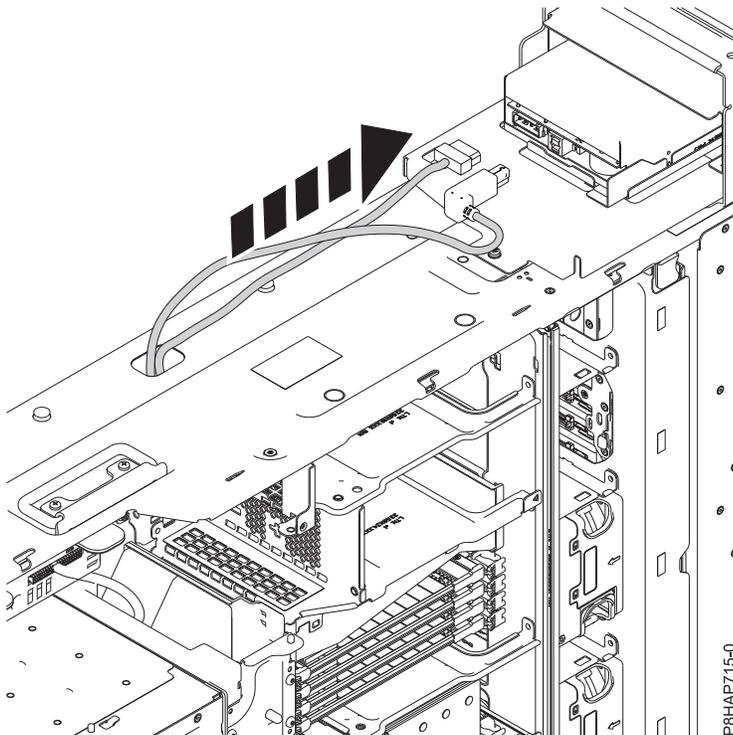

Figura 70. Ligue os cabos USB e da fonte de alimentação à parte posterior da base de acoplamento RDX interna (FC EUA3)
6. Ligue o cabo da fonte de alimentação à parte posterior da base de acoplamento RDX interna (FC EUA3). Consulte o tópico Figura 70 na página 84.